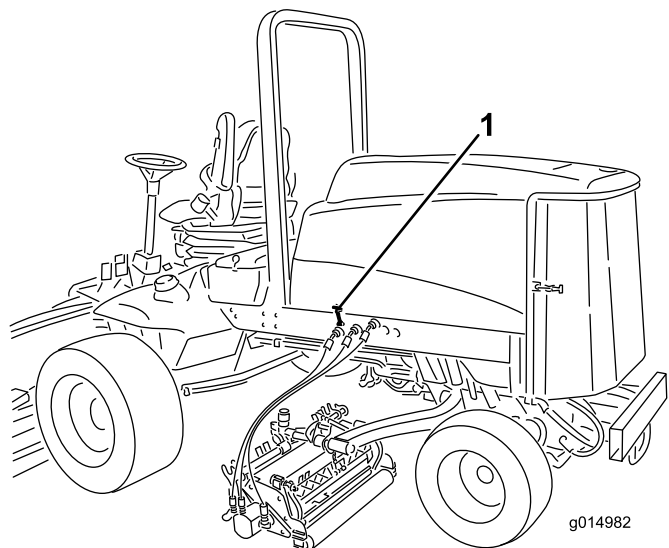

Figura 33
2. Sbloccate i fermi e aprite il cofano del motore (Figura 33).